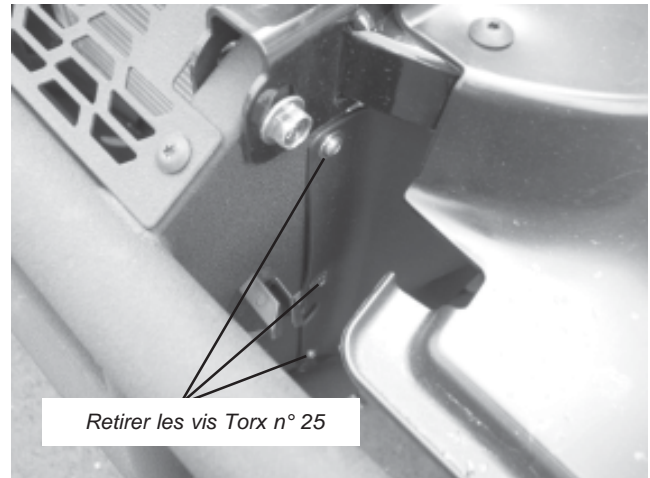

Figure 4
3. Retirer les trois vis Torx n° 25 de chaque côté du pare-chocs, tel qu'illustré à la figure 4. Conserver les fixations pour la réinstallation plus tard.